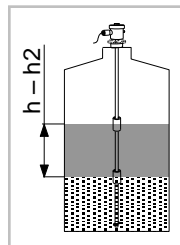

Рис. 10
3) При использовании двух поплавков необходимо учитывать, что измерение двух уровней происходит, если расстояние между поплавками больше $\frac{1}{2}$ длины зонда. Соответственно, длину зондов необходимо выбирать из условия: $Z < h - h_2$, где разница $h - h_2$ равна минимальной толщине слоя жидкого продукта (рис. 10).